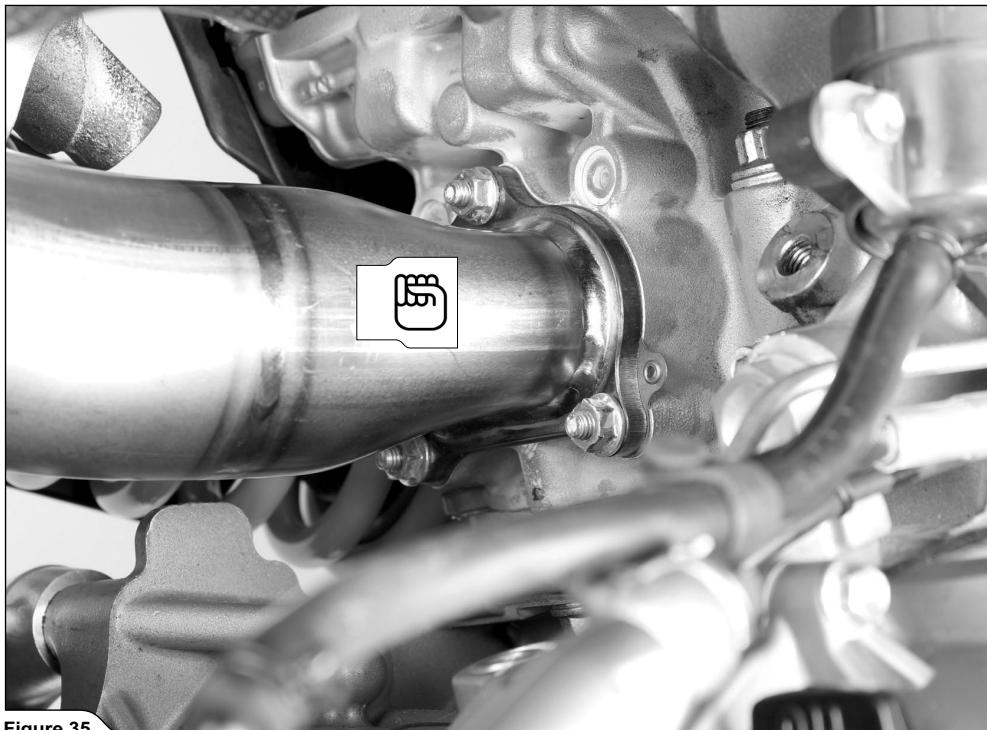

Figure 35
- リアマニホールドをシリンダーヘッドに手で締め付け、オリジナルのナットを取り付けます (図 35)。